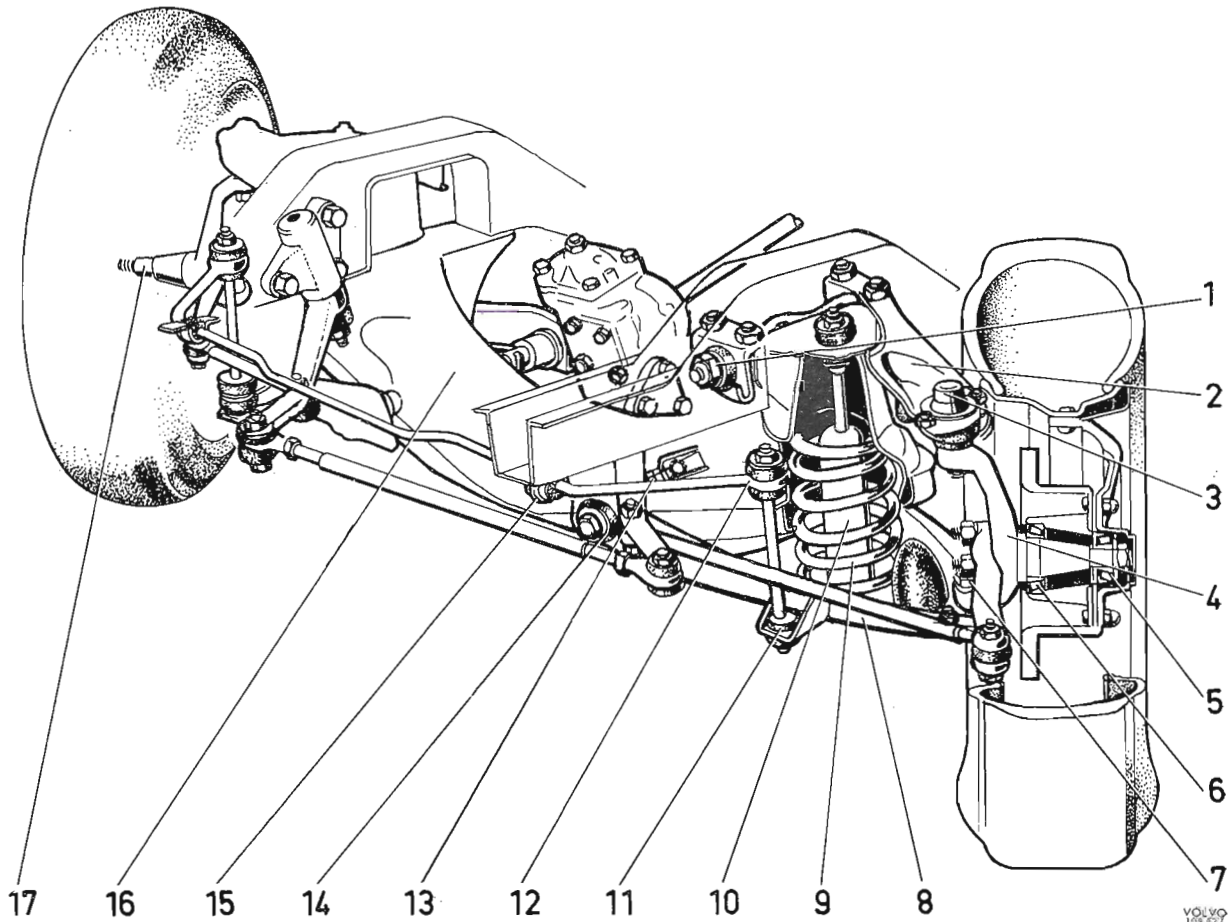

Abb. 13 Vorderachse
Das Fahrzeug hat Einzerradaufhängung. Eine eigentliche Vorderachse fehlt, sie wird durch einen kräftigen Vorderachsträger in Kastenbauform ersetzt. Dieser Träger ist an der selbsttragenden Karosserie festgeschraubt. Die Teile der Vorderradaufhängung und der Federung sind an die Trägerenden angebaut. Die Konstruktion geht aus Abb. 13 hervor.
Die Vorderräder sind auf Kegelrollenlagern (5 und 6, Abb. 13) gelagert. Die Vorderfederung besteht aus Schraubenfedern (9) mit eingebauten Teleskop-Stoßdämpfern (12). Zur Dämpfung der Seitenfederkräfte ist die Doppel-Querlenkerachse mit einem Querstabilisator (12) versehen, der teils an dem unteren Querlenker (11), teils an der Karosserie (15) befestigt ist.